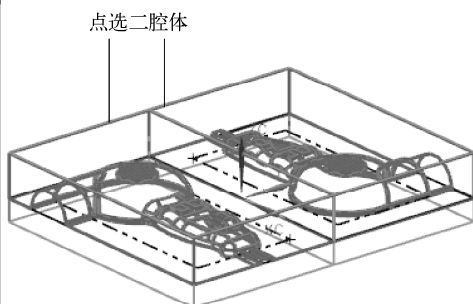

图 10-37 合并型腔
(2) 打开【注塑模工具】工具栏, 单击【合并腔】按钮, 打开【合并腔】对话框, 如图 10-37 所示选取合并型腔, 勾选对目标体求和, 在图形区点选二型腔, 单击【应用】按钮, 将二型腔合并。